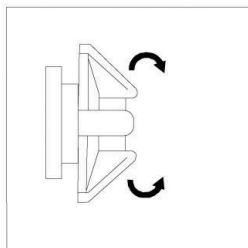

Рис. 6
7.8 Регулировка ленты - наголовника. Для изменения длины ленты-наголовника, поверните вращающуюся шестерню в регуляторе вправо или влево в зависимости от того, что вам необходимо ослабить или затянуть ленту-наголовника (рис. 6).